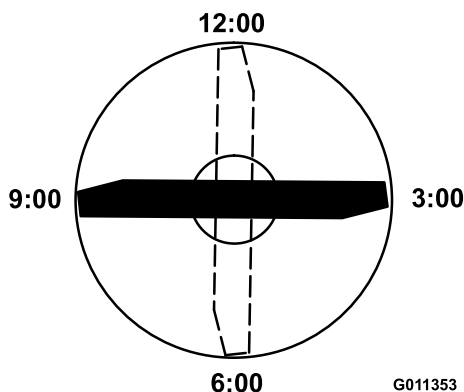

図 82
5. 印の付いている端部を3時の位置と9時の位置に向けて図 82それぞれ高さを測定する。